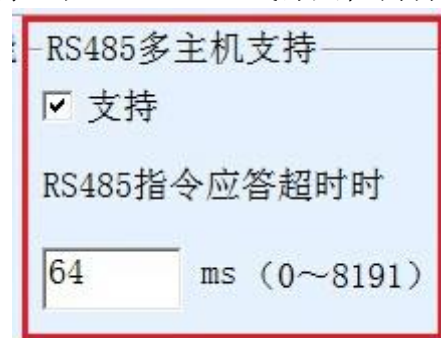
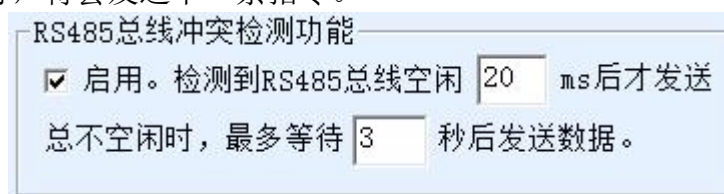

图 38 RS485 多主机支持
图 39 RS485 防冲突空闲时间
1. 图 39 所示为“RS485 总线防冲突时间”，一般可以设置为参数配置界面右下角的“数据包间隔”的两倍，但是最小不能小于 20。
2. 图 38 所示为“RS485 指令应答超时时间”，一般根据来回应答的指令长度决定，如果发送指令为 N 字节，应答为 M 字节，那么建议设置的值为：“数据包间隔” $\times (N+M+5) + 100$ 。
此时需要注意的是需要将图 39 所示为“RS485 总线防冲突时间”和图 38 所示为“RS485 指令应答超时时间”的两个勾去掉。否则无法实现上述转发功能。